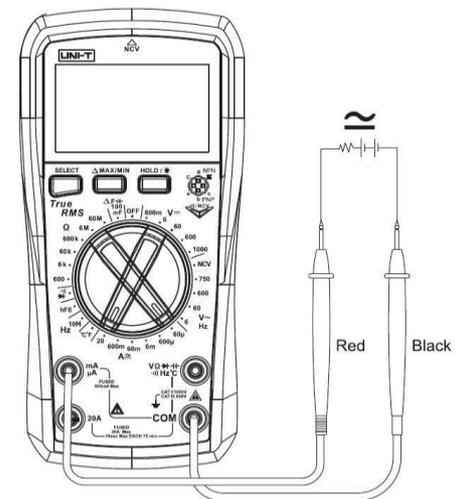

Рисунок 7 Внимание:
7. Измерение переменного и постоянного тока (Рис. 7)